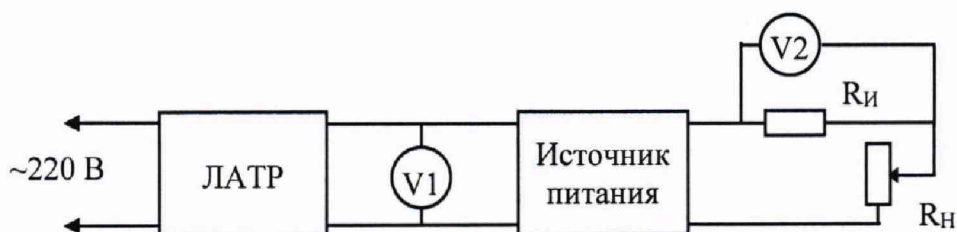

Рис. 3. Структурная схема соединения приборов для определения основной погрешности воспроизведения и нестабильности выходного тока APS-1233.
5.8.2 Для источников питания APS-1233 определение основной абсолютной погрешности воспроизведения силы выходного тока проводится путем определения выходного тока по падению напряжения на мере сопротивления P310. Падение напряжения измеряется мультиметром Fluke8508A при выходном напряжении, равном  $U_{\text{макс}}$ , в режиме стабилизации тока. Структурная схема соединения приборов приведена на рис. 3.
- Для измерений к выходу поверяемого прибора подключить меру сопротивления P310, мультиметр Fluke8508A и нагрузку электронную АТН-8125 в соответствии со структурной схемой на рис.3.
Структурная схема соединения приборов приведена на рис. 3.
- Для измерений к выходу поверяемого прибора подключить меру сопротивления P310, мультиметр Fluke8508A и нагрузку АТН-8125 в соответствии со структурной схемой на рис.3.
- Для измерений к выходу поверяемого прибора подключить меру сопротивления R310, мультиметр Fluke8508A и нагрузку электронную АТН-8125 в соответствии со структурной схемой на рис.3.